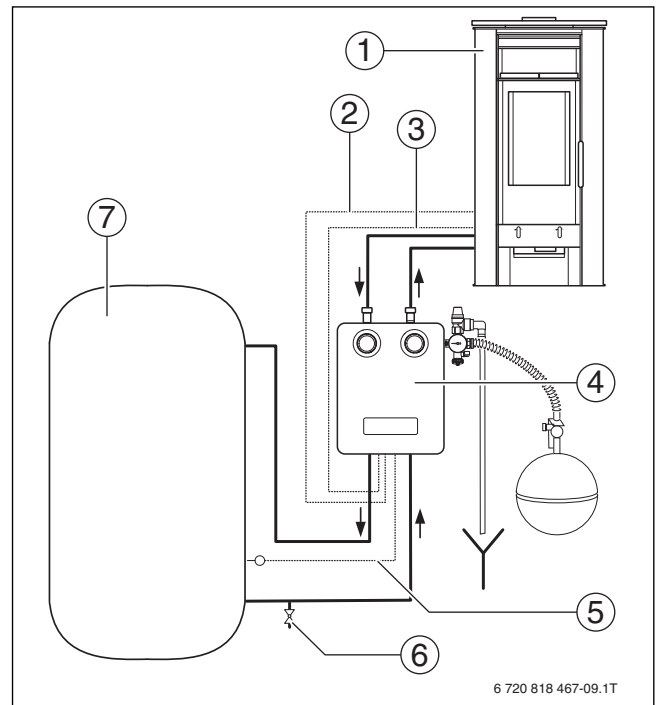

Bild 17 Verrohrung Ofenanlage
- 2-adrige Kesselrelaisleitung $2 \times 0,75 \text{ mm}^2$ (→ Bild 17, Seite 13, [2]) von der Komplettstation zur Rückseite des Kaminofens führen.